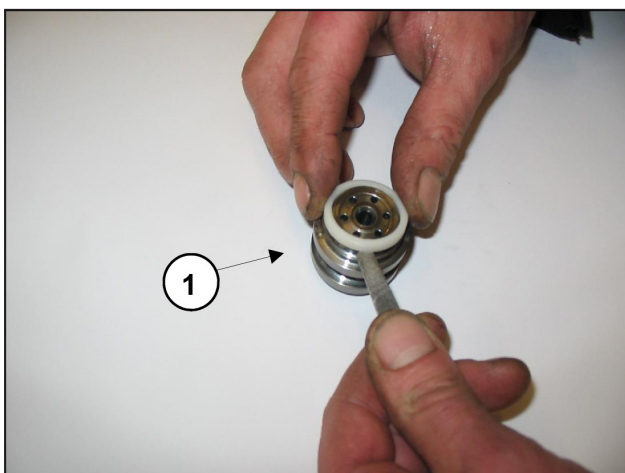

图25
- 抽出阀座①，如图25所示，检查各部件的磨损状态，如有必要则进行更换。